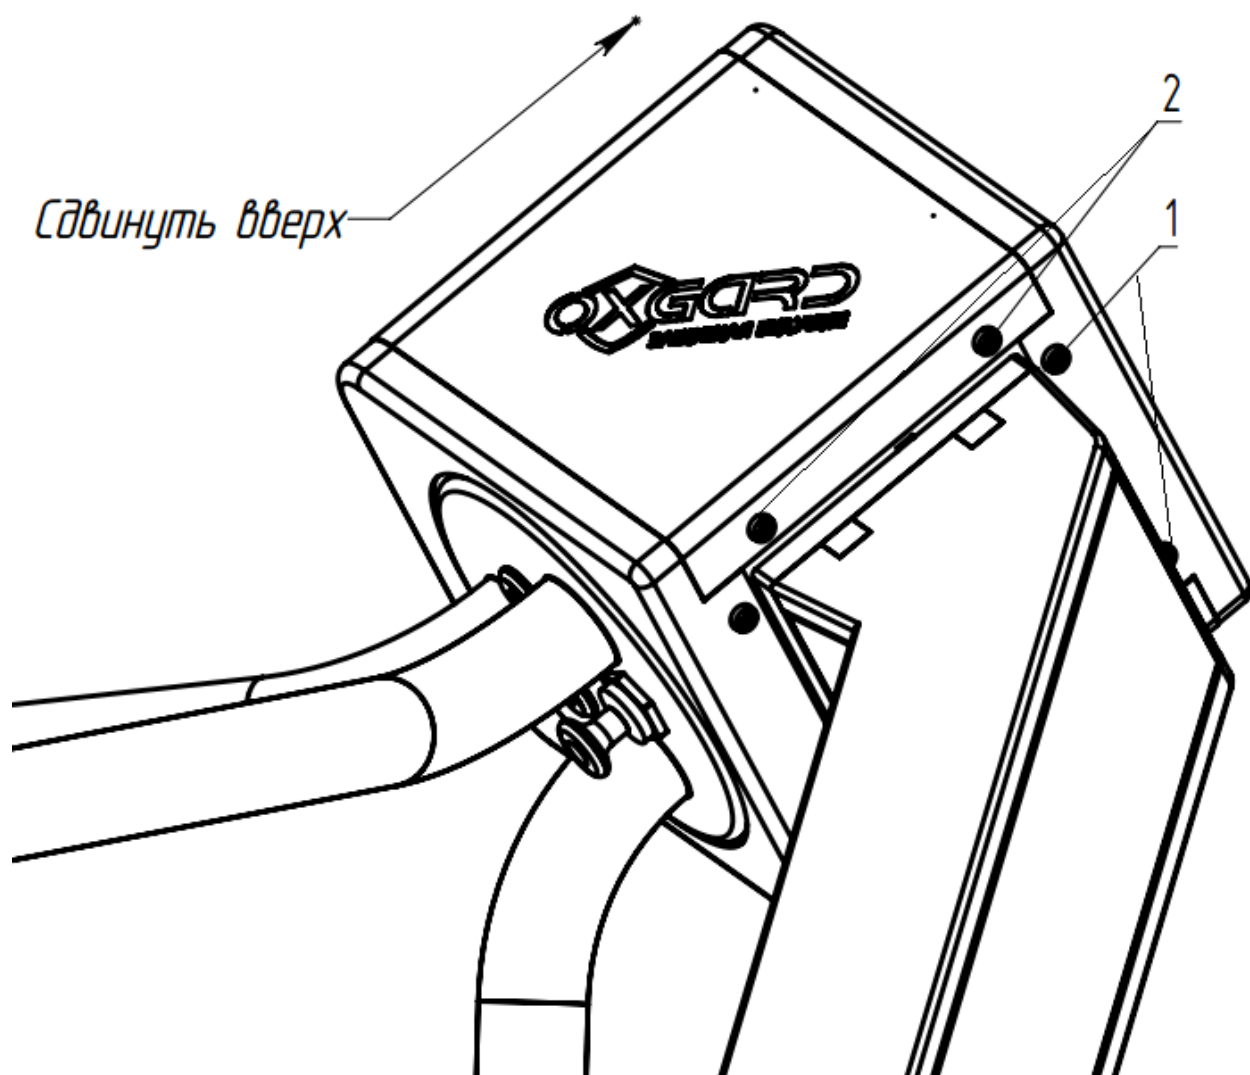

Рис.2
Для того, чтобы получить доступ ко всем необходимым узлам турникета нужно выполнить его частичную разборку. В данный объем работ входит демонтаж защитного кожуха. Для этого нужно открутить два винта (1) и четыре винта (2), плавно сдвинуть кожух кверху на небольшое расстояние, так чтобы не оборвать кабель, идущий к панели индикации (рис.2). Отсоединить кабель от платы индикации.